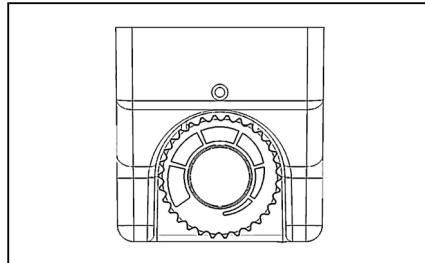

Figura 4.
5.2. Regulación de la temperatura (Figura 4)
Para el ajuste normal de temperatura, la perilla del termostato se lleva hacia la posición del medio (Figura 4), pero esto puede variar dependiendo de la carga del refrigerador y su instalación. Si fuese necesario alterar este ajuste, la perilla puede hacerse girar en dirección al símbolo de mayor tamaño para que el refrigerador genere una temperatura más fría o en dirección al símbolo de menor tamaño para que genere una temperatura menos fría. Se puede comprobar el efecto de cualquier ajuste usando un termómetro, una vez que el refrigerador haya alcanzado la nueva temperatura después de algunas horas de funcionamiento.